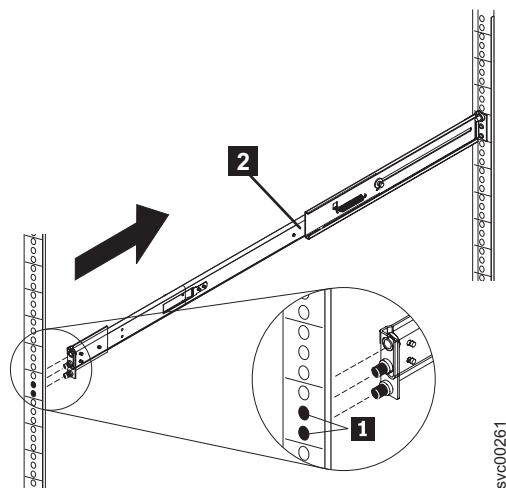

図 114. 右側スライド・レールをラック前面から取り外す方法
3. 523 ページの図 114 に示すように、前面のラック・マウント用フランジからレール・ピン **1** を押して、右側スライド・レールを短くし、前面フランジからこのスライド・レールを取り外します。次に、右側スライド・レールを前方に引いて、背面のラック・マウント用フランジからこのスライド・レールを取り外します。同じ方法で左側スライド・レールも取り外します。